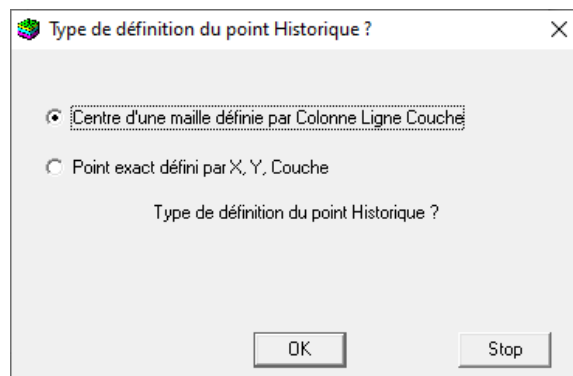

Figure 89 - Définition d'un nouvel historique par appui sur le bouton « Ajout », puis choix du mode de sélection de la maille (colonne, ligne, couche).
- Par le centre d'une maille (définie par ses numéros de Colonne, Ligne, Couche) (Figure 89).